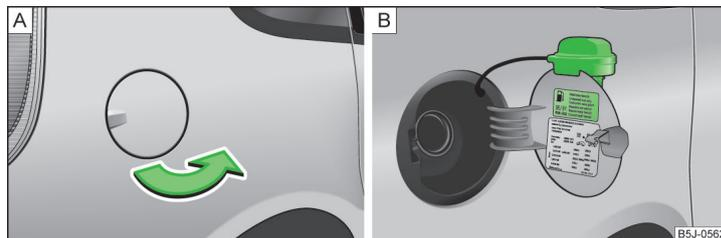

Fig. 131 Abrir la tapa del depósito / tapón del depósito
En el lado interior de la tapa del depósito de combustible se indica el tipo de combustible prescrito para su vehículo » fig. 131 de la página 150 - B.
- Abrir la tapa del depósito de combustible con la mano » fig. 131 - A.
- Desenroscar hacia la izquierda el tapón de cierre del depósito y colocarlo des- de arriba en la tapa del depósito » fig. 131 - B.